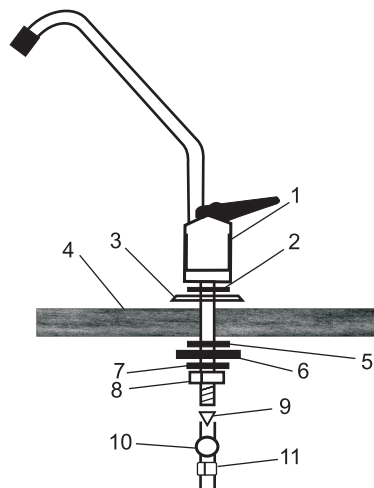

рис. 3
3.2. Вставьте кран и произведите сборку по рис. 3 в следующей последовательности:
3.3. Произведите установку крана согласно рис. 3.